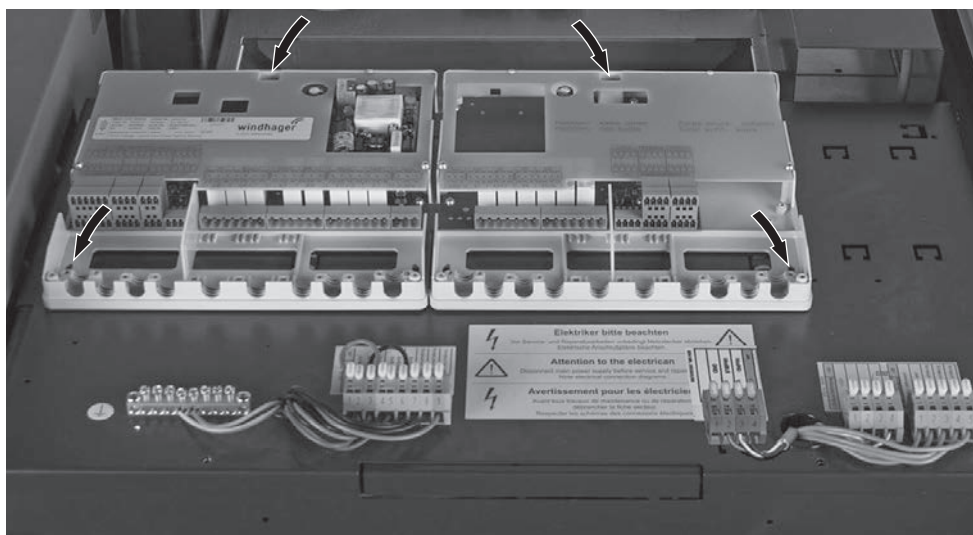

Fig. 132 Montaggio della regolazione MES INFINITY (moduli funzionali) nel quadro di comando
- ▶ Avvitare il modulo funzionale al quadro di comando con le rondelle e le viti autofilettanti allegate – Fig. 132.